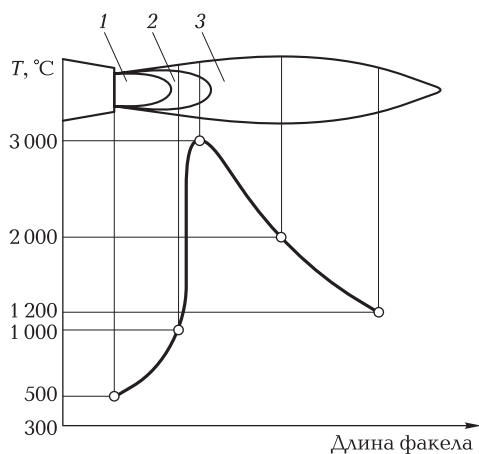

Рис. 1.1. Строение ацетиленового сварочного пламени и распределение температуры по длине факела
8. Опишите строение ацетиленового сварочного пламени, используя рис. 1.1.